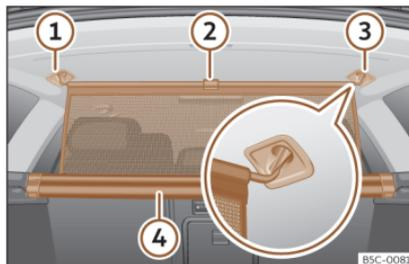

Fig. 132 En el maletero: enganchar la red de separación.
- Tire hacia arriba de la lengüeta >>> fig. 132 ② para sacar la red de la carcasa ④.
- Enganche la red de separación en el lado derecho o izquierdo ③ (imagen ampliada).
- Enganche la red de separación en el alojamiento del otro lado ① estirando la barra.